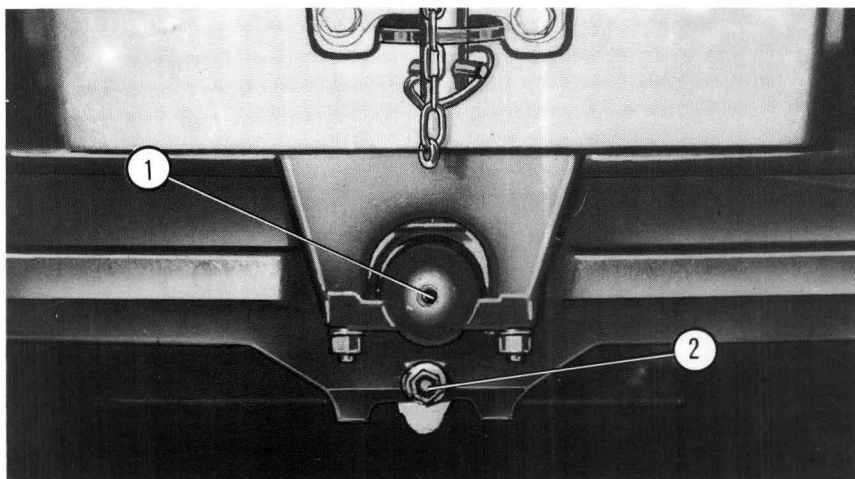
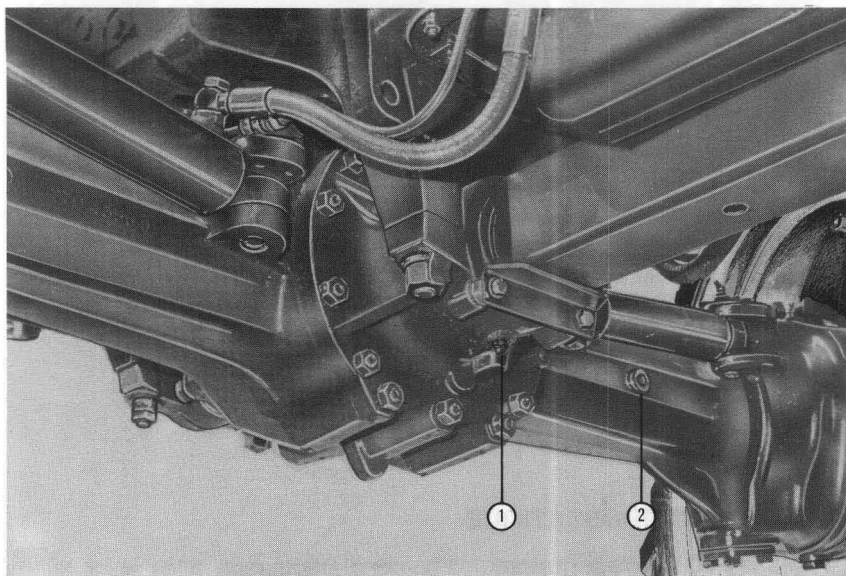
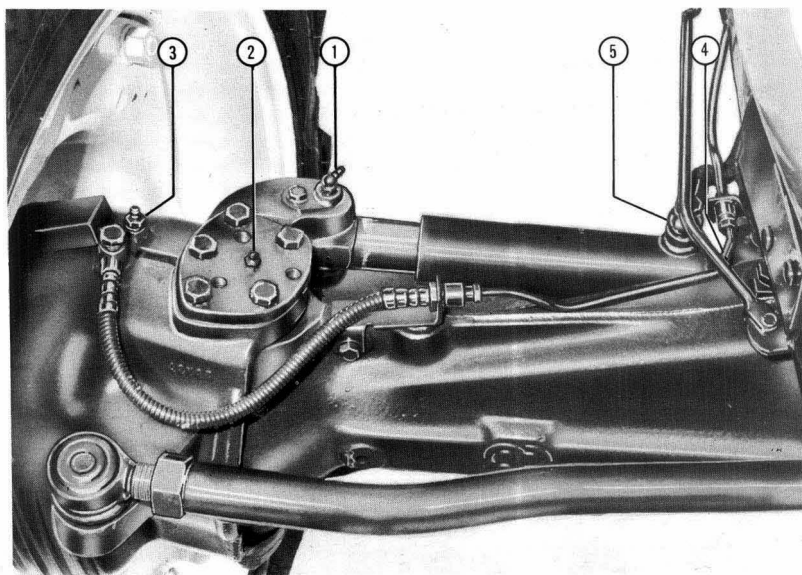
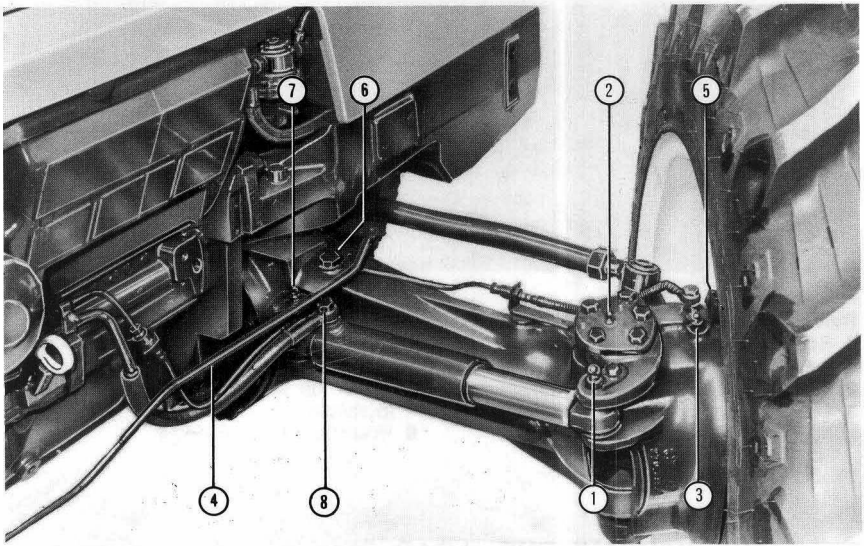

Fig. 25
Fig. 26
Fig. 27
Fig. 28
Au cas où le tracteur serait équipé de freins avant, répéter les mêmes opérations sur le frein avant droit, en agissant sur le clapet de purge (3 fig. 28). Ensuite agir de la même façon sur le frein gauche arrière et sur le frein gauche avant.
Toutes les 150 heures: vérifier le niveau d'huile au moyen du trou prévu à cet effet (2 fig. 26).
Toutes les 1200 heures: remplacer l'huile en le laissant s'écouler à travers le trou de vidange (2 fig. 25) et en en introduisant de l'autre par le trou (6 fig. 28).
Toutes les 1200 heures: graissage (1 fig. 25 - 1 fig. 26)
Toutes les 50 heures: graisser les pivots d'articulation et les articulations (1-4 fig. 26) et (1-7 fig. 28) des vérins.
- dévisser les deux raccords (5 fig. 27 et 8 fig. 28), se trouvant sur les vérins du pont avant;